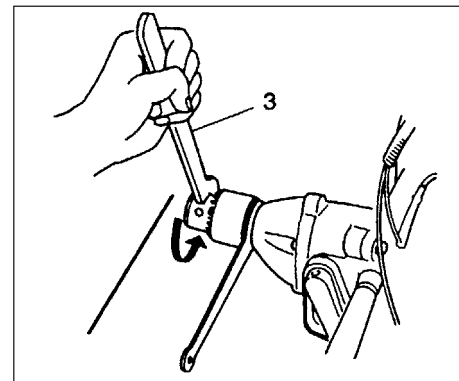

Fig. 2-7
- Attentie! moet u een schroefleutel (3) in plaats van een boorhoudersleutel gebruiken en de boorhouder met de hand vast of los draaien. In geen geval met een hamer tegen de schroefleutel slaan. (Fig. 2-7, 7B)